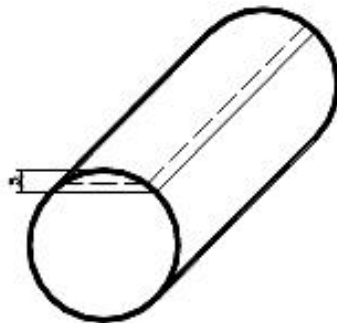

图 1-2
1、将圆钢放置在 V 型铁上，以高度游标卡尺测量出其最高点，然后下降 5mm 划线，四周均划线，如图 1-2 所示。